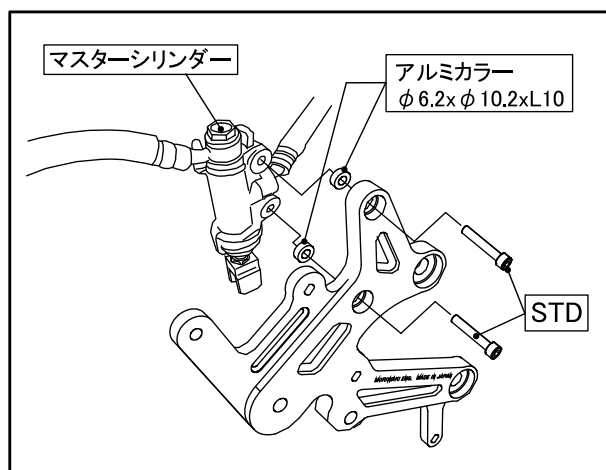

図2 マスターシリンダー取り付け
- ① STDステップ、フレームカバーを取外します。
- ② 下記のSTDパーツをモリワキ製ステップに付け替えます。(図2、3参照)